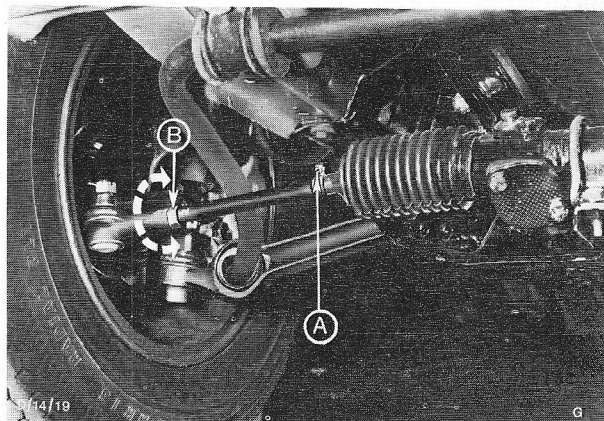

Afb. 2. Veerpoot-voorophanging.
- i) Controleer de voorschokbrekers op olielek- kage, B afb. 2.